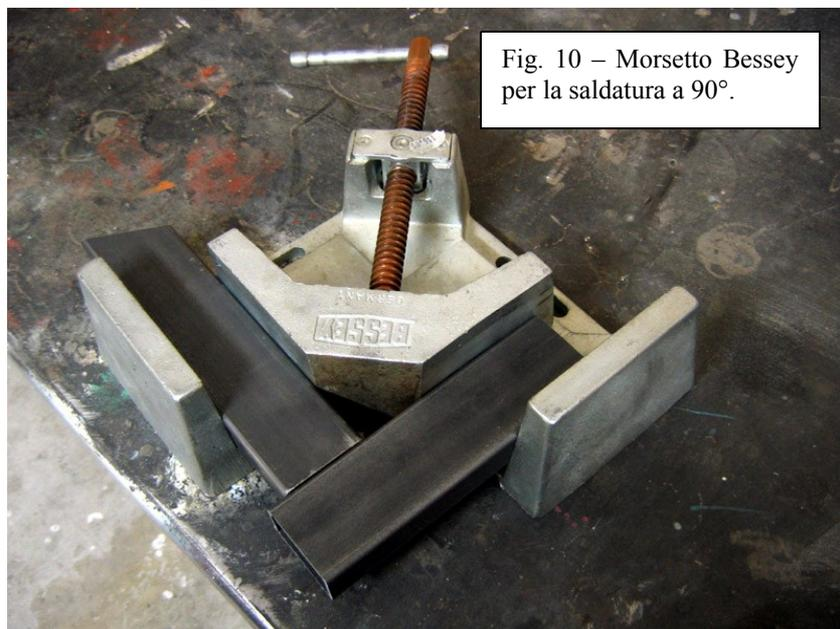

Fig. 10 – Morsetto Bessey per la saldatura a 90°.
8. Dopo la saldatura del tubetto e del blocchetto nel tubo lungo 145 mm (par. 2), prendete quest'ultimo e posizionate a 90° come da disegno (Vedi ultima pagina) rispetto all'altro pezzo lungo 100 mm (Par. 1). 1; utilizzate (se disponibile) un morsetto di bloccaggio come quello mostrato in fig. 10